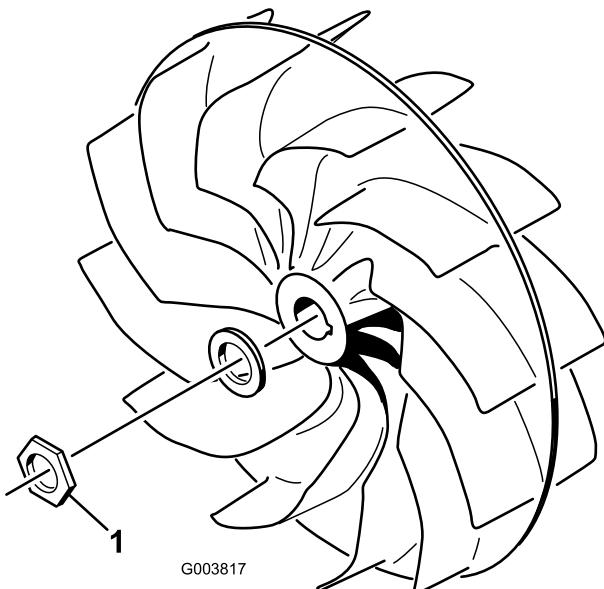

図 12
- ファン取り付けナット 図 12 は  $678\text{Nm} 69\text{kg.m} = 500\text{ft-lb}$  にトルク締めする。